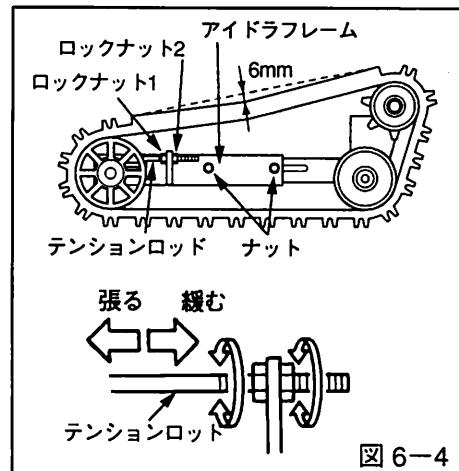

図 6-4
クローラの張りは、中央部においてタワミ量が6mmを標準とします。(図6-4参照) 調整の必要がある場合には、次の手順に従ってください。
1. アイドラフレームのナットと、テンションロッドのロックナットを緩めます。(図6-4参照)